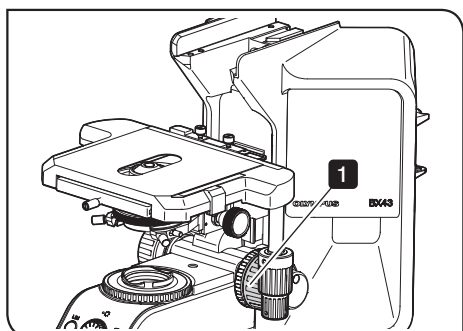

Fig. 50
Ao utilizar a placa de suporte da amostra (CX3-SHP) (Fig. 50, 51, 52, 53)
• Tal como ilustrado na fig. 50, ligue ao conector passando o cabo através do respectivo suporte (colocado com o BX43-5RES) montado no painel traseiro.